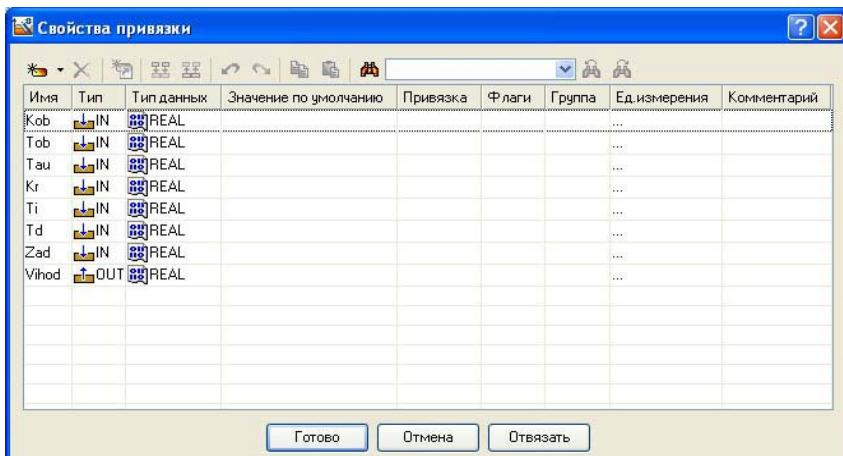

Рисунок 96 – Создание аргументов экрана
ЛК в поле **Результат** вызвать табличный редактор аргументов. В открывшемся окне **Свойство привязки**, нажав кнопку на его панели инструментов, создать восемь аргументов экрана 7 входных и один выходной. Входной (IN) или Выходной (OUT) будет аргумент, выбирается из низпадающего меню, появляющегося при двойном щелчке ЛК по типу аргумента (рисунок 96). Двойным щелчком ЛК выделить имя аргумента и изменить его, введя с клавиатуры «Коб» (завершить ввод нажатием клавиши Enter). Подтвердить связь с этим аргументом нажатием кнопки **Готово**. Аналогичным образом настроить все остальные аргументы.